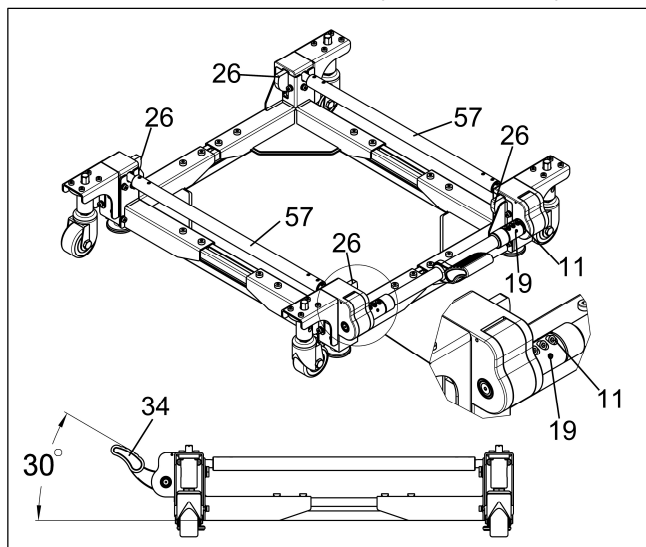

Abb. 17
e. Drehen Sie die beiden Kupplungen "57", um die vier Nocken "26" bis zum Anschlag nach oben zu drehen; drehen Sie dann das Pedal "34" in einem Winkel von 30° zum Boden und ziehen Sie die Schrauben "11" und "19" fest. (siehe **Abb. 17**)
- Betätigen Sie auf das Pedal "34". Wenn der Abstand zwischen der Unterseite des Pedals "34" und dem Boden zu gering ist, so dass es unmöglich ist, das Pedal mit dem Fuß anzuheben, lösen Sie bitte die in **Abb.17** gezeigten Befestigungen "11" und "20", drehen Sie dann das Pedal "34" nach oben in eine geeignete Position und ziehen Sie schließlich die Befestigungen "11" und "19" fest. (siehe **Abb.17**)